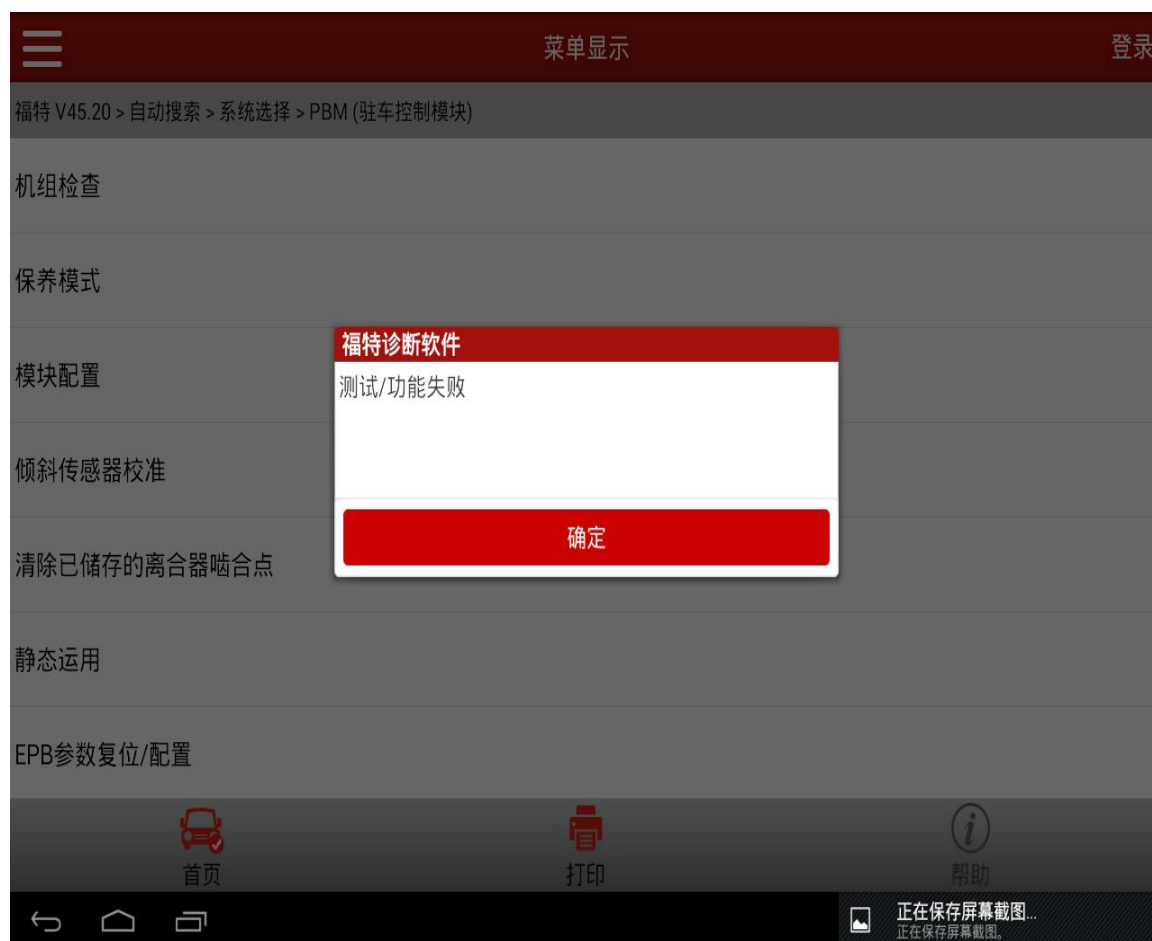

图 12
12). 提示：测试/功能失败。(图 12)，点击“确定”，退出；